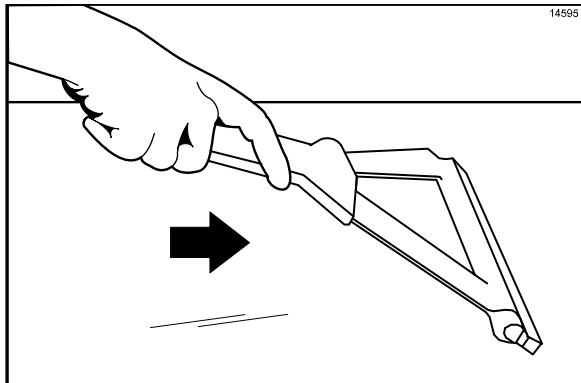

Figura 30
- Empurre os resíduos no sentido do conduto para gordura. (Veja a Figura 30.)